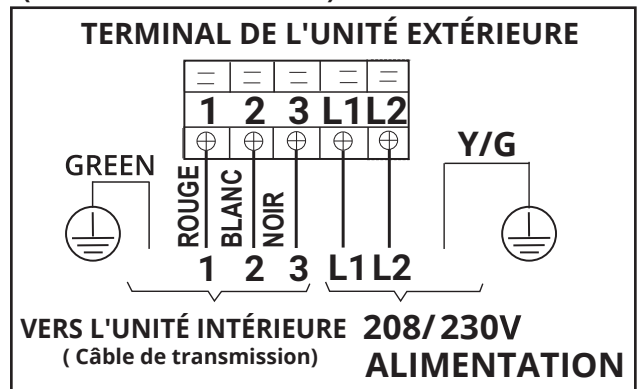

Fig. 7.1
Notez que les couleurs des fils de cette série / modèle peuvent différer des modèles, des autres séries et des conventions générales précédents. Tous les câblages doivent être effectués conformément aux schémas de raccordement de la Fig. 7.1 et démontrés dans les images ci-dessous.
- Tout le câblage doit être effectué conformément aux schémas de câblage indiqués sur la Fig. 7.1 et démontrés dans les images ci-dessous.